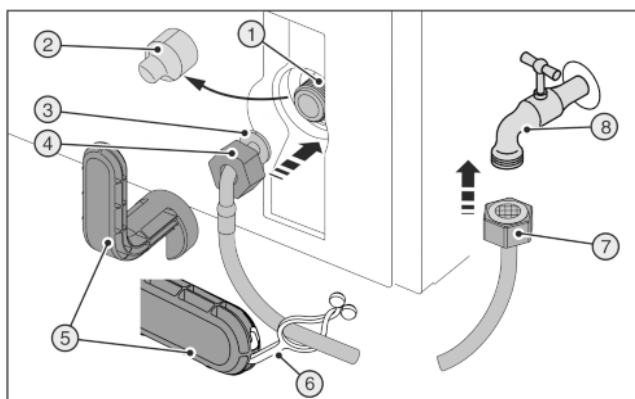
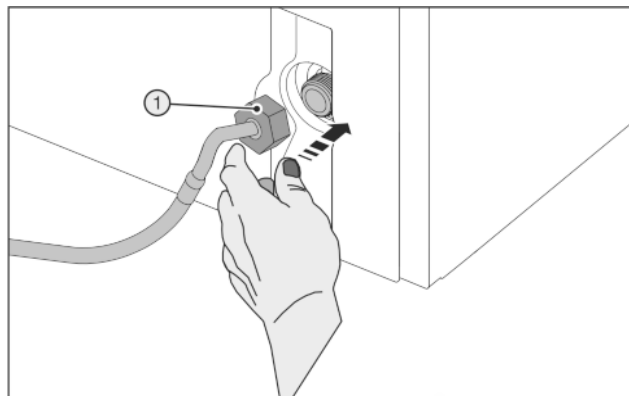

Fig. 28
Fig. 29
Rozbite urządzenie pomocnicze Fig. 28 (5)!
- Narzędzie pomocnicze Fig. 28 (5) stosować wyłącznie w temperaturze pokojowej.
- Zdjąć osłonę Fig. 28 (2).
- Ułatwiony montaż: Prostą końcówkę węża Fig. 28 (7) ułożyć na podłodze, po lewej stronie.
- Nasunąć nakrętkę Fig. 28 (4) na zagiętą końcówkę węża Fig. 28 (3) do końca i przytrzymać.
- Ostrożnie umieścić nakrętkę Fig. 29 (1) i przykręcić prosto dwoma palcami na gwincie, aż do uzyskania pewnego mocowania.
- Nakrętkę Fig. 29 (1) dokręcić przy użyciu narzędzia pomocniczego Fig. 28 (5) w kierunku zgodnym z ruchem wskazówek zegara do momentu osiągnięcia maksymalnego momentu obrotowego i przekręcenia narzędzia pomocniczego Fig. 28 (5).
- Przykręcić nakrętkę Fig. 28 (7) do zaworu odcinającego Fig. 28 (8).
- Nakrętkę Fig. 28 (7) dokręcić przy użyciu narzędzia pomocniczego Fig. 28 (5) w kierunku zgodnym z ruchem wskazówek zegara do momentu osiągnięcia maksymalnego momentu obrotowego i przekręcenia narzędzia pomocniczego Fig. 28 (5).
- Otworzyć zawór odcinający Fig. 28 (8) zasilania wodą i sprawdzić szczelność całego systemu wodnego.
- Nakładkę Fig. 28 (6) zacześć w narzędziu pomocniczym Fig. 28 (5) i przymocować do węża z pancerzem ze stali nierdzewnej w celu przechowania.